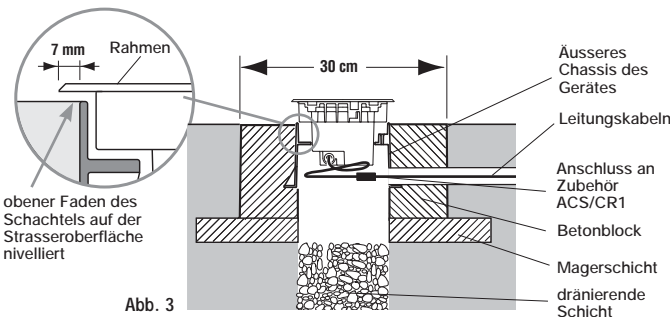

Abb. 3
- se référer à la figure 3, faire une base de ciment sur laquelle s'appuie le bloc de béton en ayant soin de laisser au centre un trou de diamètre 12 cm pour le drainage. Prévoir le passage des câbles électriques.
- insérer le puits extérieur de l'appareil dans un bloc de fondation en béton dosé à 200 Kg de ciment type 325 par mètre cube de mélange ayant un diamètre (ou un côté) non inférieur à 350 mm. Le bord supérieur du puits extérieur de l'appareil devra être parfaitement nivelé au plan du sol selon le détail de fig.3.